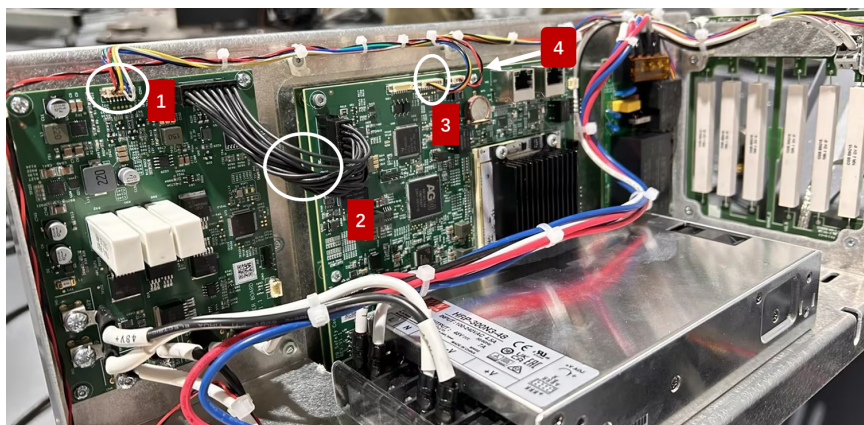

图 3-28: 电源板、刹车板到 Safety I/O 的线缆位置
6. 断开刹车板到电源板上的线缆，即图 3-28 中的 1（刹车板信号控制线）；